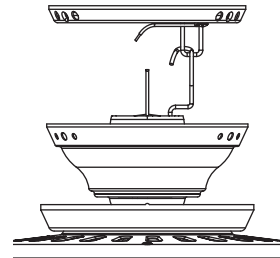

Figura 18 - Forma de girar el ventilador
1. Gire el ventilador 180° hacia la derecha (dirección del reloj), desde su posición inicial, cuando cuelgue el ventilador. Las flechas en la bola de suspensión y en la placa del techo deben apuntar en la misma dirección y hacia el agujero en la campana para la pestaña. Vea la Figura 18.